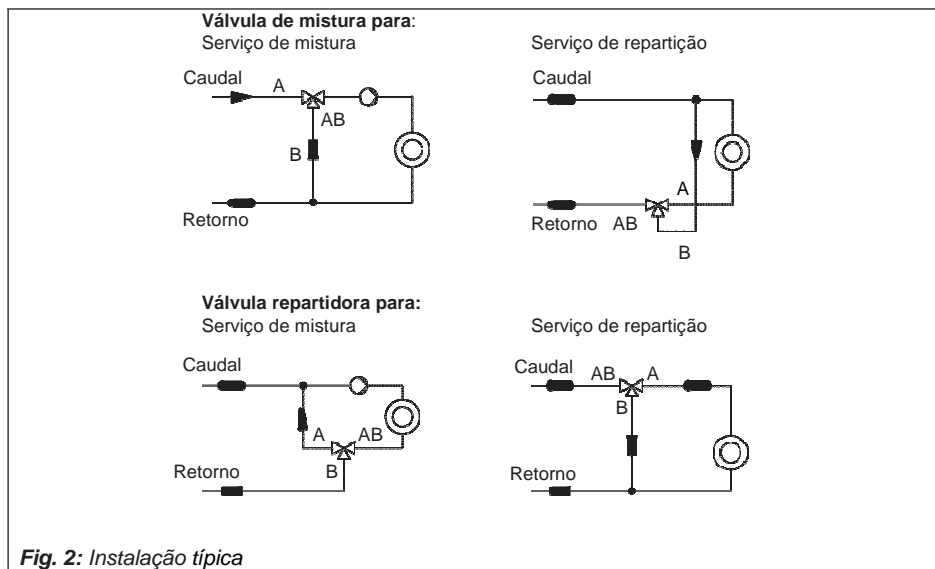

Fig. 2: Instalação típica
- As válvulas são fornecidas como misturadoras ou repartidoras. Mas podem ser utilizadas para ambas as aplicações de mistura e repartição (Fig. 2). Certifique-se que a disposição das vias de entrada e saída do sistema correspondem aos símbolos indicados na placa identificadora da válvula.